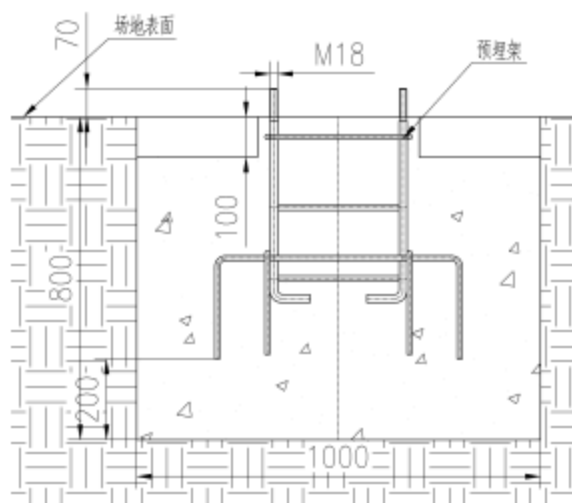

图5
4) 向混凝土基坑中浇注混凝土, 浇注至距场地表面100mm处(如图5);